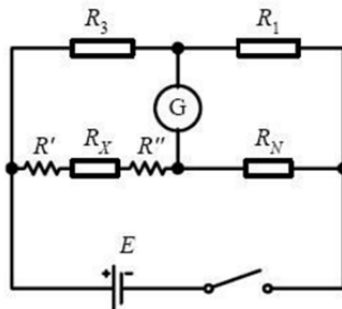

图 2：惠斯通单电桥附加电阻的影响
**惠斯通电桥测试低电阻的特殊矛盾：**惠斯通电桥（单电桥）测量电阻，其数值一般在  $10\ \Omega$  以上阻值。若用单电桥测低电阻，附加电阻  $R'$  与  $R''$ （引线电阻和端钮接触电阻等）和  $R_X$  是直接串联的（图 2），而  $R'$  和  $R''$  的大小与被测电阻  $R_X$  的大小相当、不能被忽略，电阻  $R_N$  也是小电阻，因此用单桥测电阻的公式  $R_X = R_1 \times R_N / R_2$  就不能准确得出  $R_X$  的值。